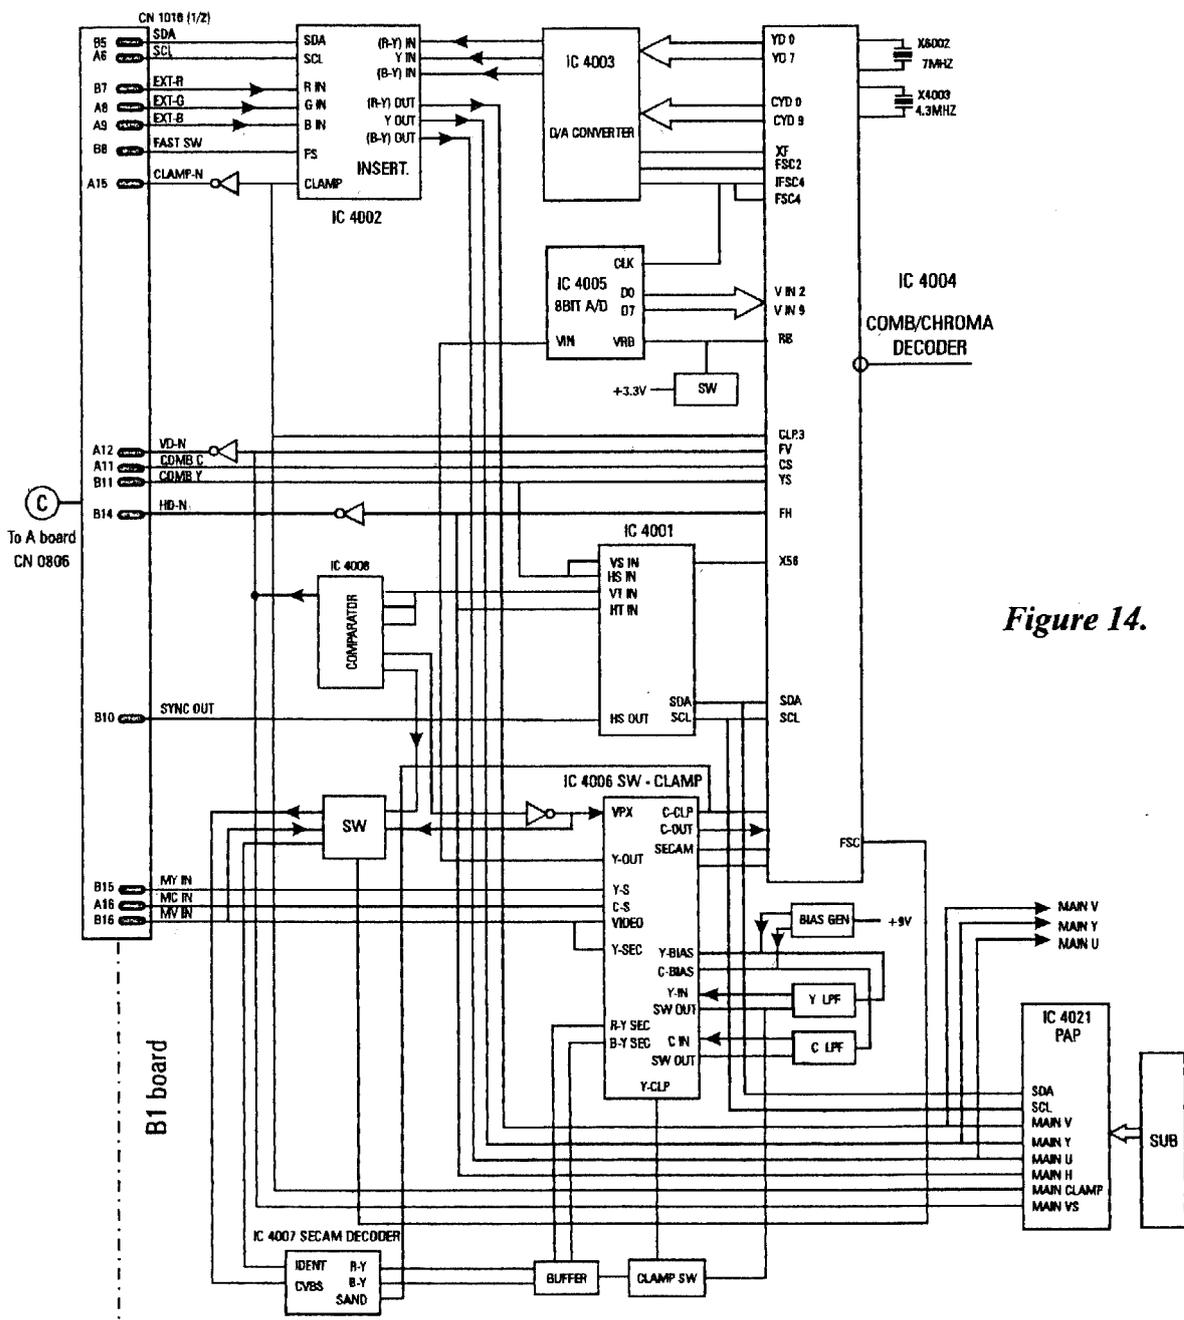

Figure 14.
*Surligner en rose le chemin suivi sur la figure 14*
*Surligner en vert le chemin suivi sur la figure 14*